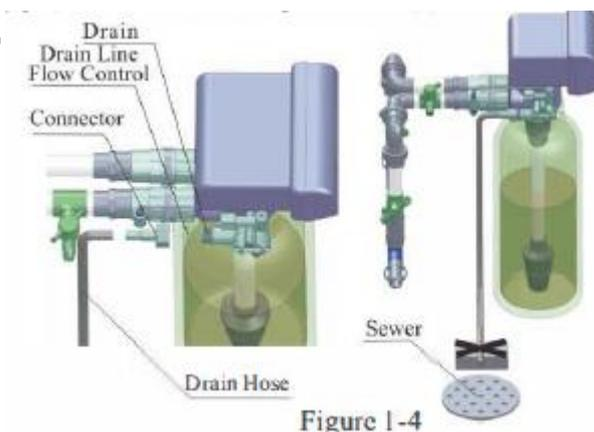

Figure 1-4
- Как показано на рис. 1-4, вставьте соединитель сливного шланга в сливное отверстие.
- Найдите колодец для сливного шланга, как показано на рис. 1-4.
- Не соединяйте слив с канализацией и оставьте между ними определенное пространство, чтобы избежать попадания сточных вод в водоочистное оборудование, как показано на рис. 1-4.